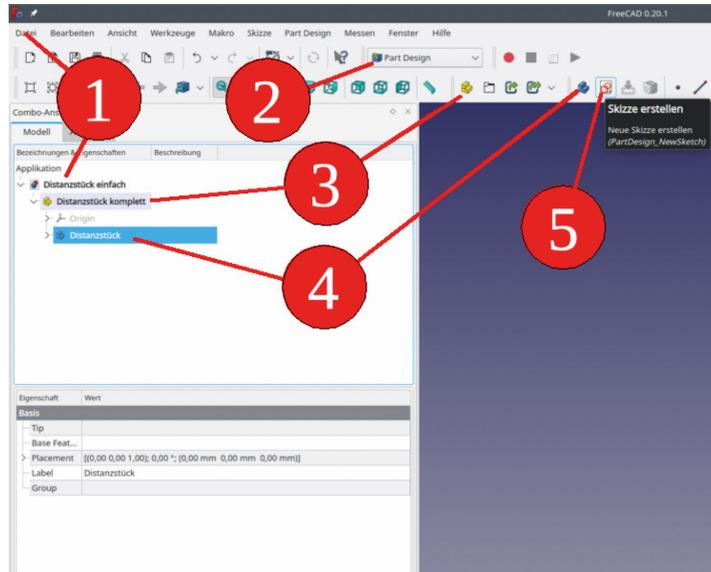

Bild 4-1
Durch Klicken des gelben "Part"-Icons aus dem Menü (Bild 4-1) erzeugen wir den Std-Part-Container. Dieser liefert in seiner Hierarchiestufe bereits das (ausgegraute) Koordinatensystem "Origin" mit. Wir speichern die Datei mit dem Menüpunkt "Datei | speichern unter..." als "Distanzstück einfach" ab. Dem Std-Part-Container geben wir nach Rechtsklicken und der Auswahl "Umbenennen" im Kontextmenü den klingenden Namen "Distanzstück komplett". Dies wirkt in diesem Falle etwas übertrieben – besteht das Distanzstück doch nur aus einem einzigen Körper. Es ist aber praktisch, bei der Namensgebung gleich mehrere Körper mitzudenken. Beim Distanzstück könnten wir später, um bei der weiteren Verwendung Arbeit zu sparen, gleich noch Befestigungsschraube, Scheibe und Mutter mit in den Container packen.
Als letzte Vorbereitung aktivieren wir den Std-Part-Container "Distanzstück komplett" durch Doppelklicken (der Titel erscheint aktiviert in der Baumansicht in Fettdruck) und wählen im Menü das blaue "Körper" (Body)-Icon. Den Körper benennen wir schließlich mit dem Kontextmenü (oder durch Markieren und Drücken von F2) in "Distanzstück" um. Bild 4-1 gibt bereits den Zustand des Hauptfensters nach diesen Vorbereitungen wieder.
**2.** Jetzt soll also das erste Teil entstehen. Dazu kann man den Querschnitt des Distanzstückes in Form einer Skizze definieren. Klickt man auf das Icon "Skizze erstellen" im Menü (Bild 4-1), werden die gerade ausgeblendeten Ebenen wieder angezeigt und es öffnet sich der Reiter "Aufgaben". Dort wählen wir, worauf skizziert werden soll. Wir wählen die XY-Plane001 und bestätigen mit dem Button "OK" ganz oben auf dem Formular (ggf. hochscrollen). Der Arbeitsbereich Sketcher öffnet sich. Damit verändert sich nicht nur die Auswahl an Icons im Menü, es erscheinen im Aufgabenfenster auch mehrere Bereiche, die sich im Laufe des Zeichnens füllen werden.